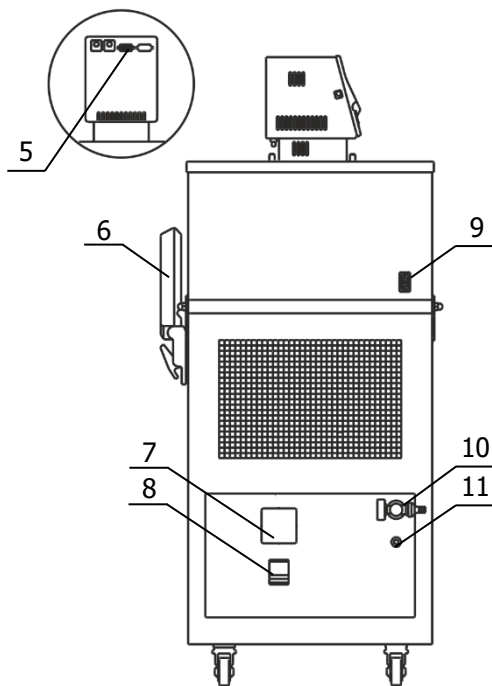

Рисунок 4 — Боковая панель термостата
2.2.5 К переливному штуцеру 11 (рисунок 4) присоединить гибкий шланг, второй конец которого опустить в емкость для сбора излишков теплоносителя объемом 1.5–2 литра.
2.2.7 Вставить вилку сетевого кабеля блока регулирования в розетку 7 (рисунок 4). Соединить кабелем из комплекта поставки блок регулирования (разъем 5) и холодильную машину (разъем 9). Сетевой кабель термостата подключить к питающей сети напряжением 220 В. Для этого в лабораторном помещении должна быть установлена электрическая розетка из комплекта поставки термостата.
2.2.8 Автоматический выключатель 8 (рисунок 4) перевести в положение «включено».
2.2.10 Установить на задней стенке термостата светильник 6 (рисунок 4) из комплекта поставки.
2.3.3 При работе термостата на температурах, близких к нижней границе диапазона регулирования необходимо доливать теплоноситель до момента слива его из переливного штуцера 11 (рисунок 4) при охлаждении термостатов на каждые 10 °С.
- на короткое время перевести автоматический выключатель 8 (рисунок 4) в положение «выключено»;
2.4.4 Для повторного запуска холодильной машины после наступления аварийной ситуации необходимо отключить питание термостата, для этого перевести автоматический выключатель 8 (рисунок 4) в положение «выключено».
2.5.5 Надеть сливной шланг из комплекта поставки на кран 10 (рисунок 4) и закрепить его хомутом. Свободный конец шланга опустить в емкость для сбора теплоносителя объемом, превышающим объем термостата.